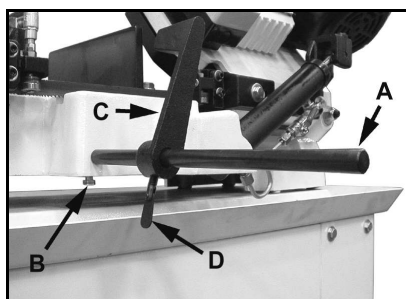

Fig 4
Monter la barre de butée (A, Fig 4) sur le socle avec la vis hexagonale (B)